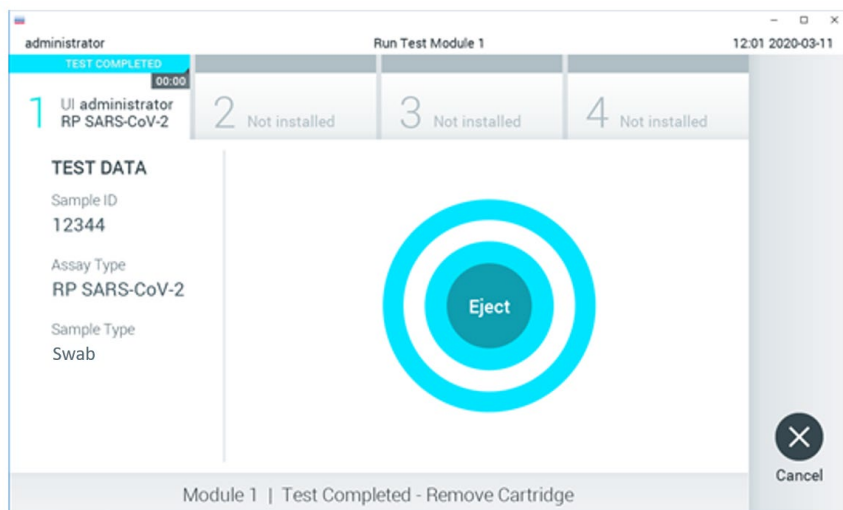

Figure 16. Affichage de l'écran Eject (Éjection).
14. Une fois le test terminé, l'écran Eject (Éjection) apparaît (Figure 16) et la barre d'état du module affiche le résultat du test sous l'une des options suivantes :